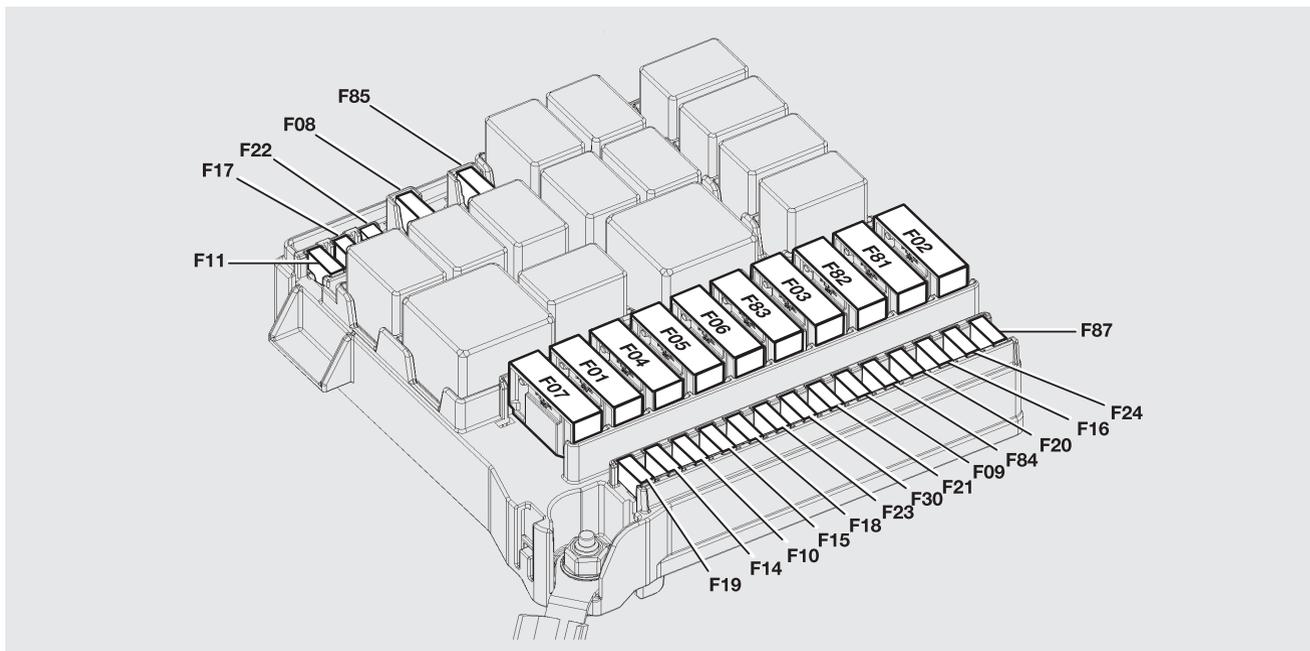

fig. 162
**DISPOSITIVO PROTEGIDO - fig. 162**
## DISPOSITIVO PROTEGIDO - fig. 162